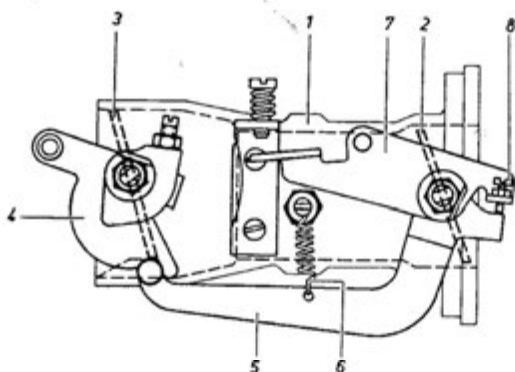

Fig. M 31/02
I due corpi hanno un alloggiamento comune (Fig. M 31/01). Le farfalle del primario (5) e del secondario (8) sono posizionate sul lato-motore del carburatore, e montate con inclinazione di 13°. Non c'è alcun collegamento meccanico tra le farfalle dei due corpi. Mentre la farfalla del primario è comandata da un usuale collegamento, quella del secondario è governata automaticamente da un polmone a depressione (12). Il lato destro della membrana (15), che è sotto la spinta di una molla (14), è collegato con la gola del Venturi del primario tramite una linea di vuoto. Sul lato sinistro della membrana regna la pressione atmosferica. La membrana e la farfalla del secondario sono connessi da un collegamento. La depressione nel Venturi del primario causerà l'apertura della farfalla del secondario ad una velocità del motore di circa 3.000 g/m a pieno carico (l'apertura inizia a una depressione di ca. 350 mm H₂O). L'inizio del processo d'apertura può essere regolato tramite una vite di taratura (13). Avvitandola si aumenta la pressione della molla sulla membrana e si ritarda lo inizio, e viceversa. La valvola di ritardo (16) (con orificio calibrato) sul lato atmosferico serve, in connessione con la valvola di ritardo (17) sul lato in depressione, ad impedire un'apertura improvvisa della farfalla. Il contrappeso (20) fissato ad una delle leve impedisce vibrazioni della farfalla chiusa.